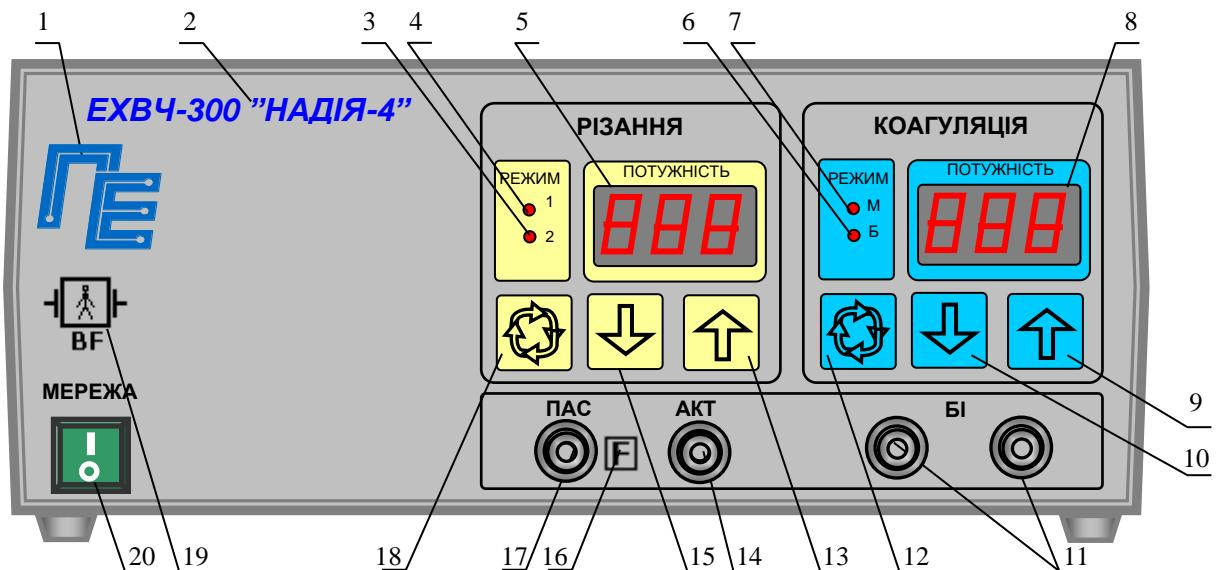
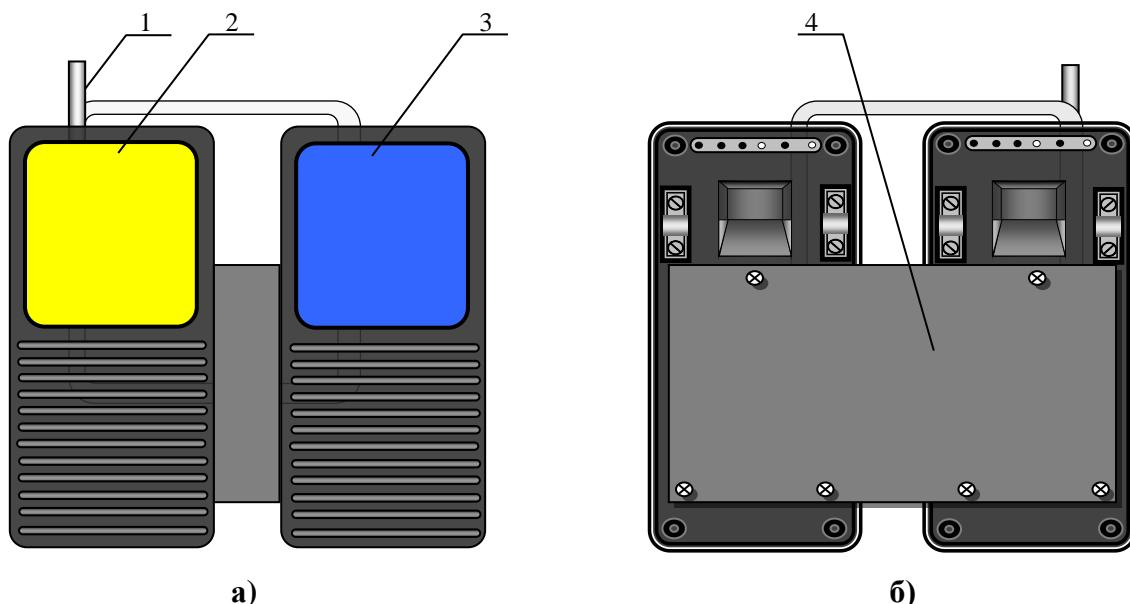

Рис.1. Передня панель електронного блоку.
Рис. 3. Ножна педаль
Конструктивно апарат виконаний у вигляді двох окремих блоків - електронного блоку (рис. 1,2) і ножкої педалі (рис. 3).
На передній панелі електронного блоку розташовані наступні органи управління і індикації (рис.1):
Конструкція ножної педалі (рис.3) є підлоговою конструкцією, на якій розташовано дві рухомі платформи: ліва (2) - для включення виду роботи РІЗАННЯ, права (3) - КОАГУЛЯЦІЯ.
При цьому висвітлюються індикатори: “МЕРЕЖА”, вибраних режимів роботи. На індикаторах (5,8 рис.1) висвітлюються цифри встановленого рівня вихідної потужності;
- перевірити переключення режимів роботи, для чого послідовно натискаючи кнопки (12, 18 рис.1), переконатися, що апарат послідовно перемикає режими 1, 2 для РІЗАННЯ і режимів М, Б для КОАГУЛЯЦІЯ по послідовному загорянню відповідних індикаторів (3, 4, 6, 7 рис.1);
- перевірити регулювання рівня вихідної потужності, для чого, натиснувши кнопки управління (9, 13 рис. 1), переконатися, що відбувається збільшення показань індикатора рівня вихідної потужності, а натиснувши кнопки управління (10, 15 рис.1), переконатися, що відбувається зменшення показань індикатора рівня вихідної потужності. Перевірку провести як для виду робіт РІЗАННЯ так і для виду робіт КОАГУЛЯЦІЯ. Слід пам'ятати, що встановлені рівні вихідної потужності запам'ятовуються для кожного виду і режиму роботи. Види роботи включаються тільки по черзі.